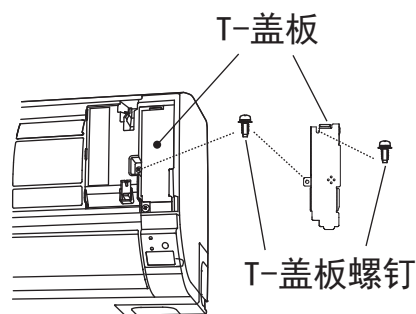
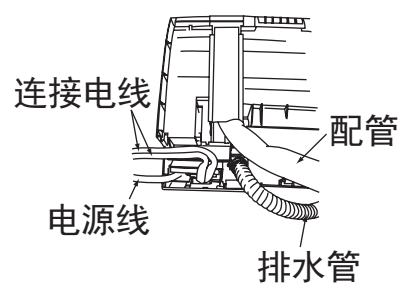

图17
图18
(1) 先取下面板, 然后再取下电气箱盖板。(如图17)
(2) 电线连接顺序
- 将连接电缆穿过电缆导槽从风室下盖板处穿出至电气箱接线端子处。(如图18)
- 连接电缆连接结束后, 必须按图17所示装上T-盖板, 用螺钉固定。